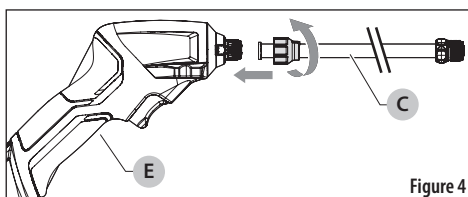

Figure 4
Installez la rallonge de la lance (C) sur l'outil de la lance électrique (E). Tournez dans le sens des aiguilles d'une montre pour serrer. Voir Figure 4.